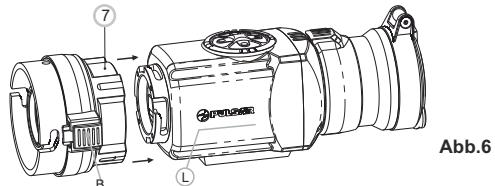

Abb.6
- Bringen Sie das Okular des Vorsatzgerätes so unter, dass die Klinke (B) dem Logo Pulsar (L) auf dem Gehäuse des Gerätes parallel liegt (**Abb.6**).
- Setzen das Okular des Vorsatzgerätes ins Gehäuse bis zum Anschlag ein, fixieren Sie ihn durch das Drehen des Bajonettring (7) im Uhrzeigersinn.